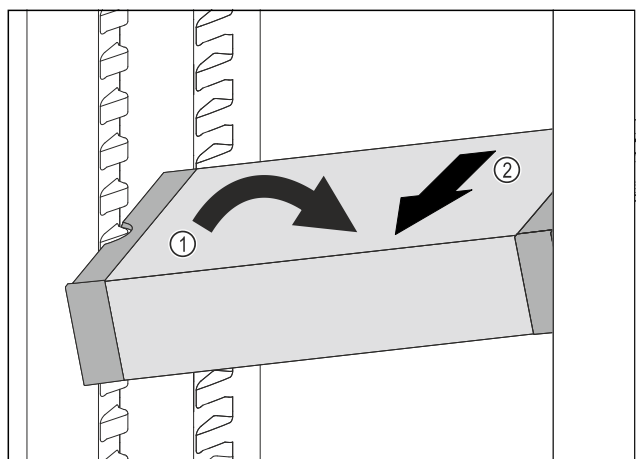

Fig. 84
- VarioSafe im Kühlteil schräg stellen. Fig. 84 (1)
- VarioSafe nach vorne entnehmen. Fig. 84 (2)